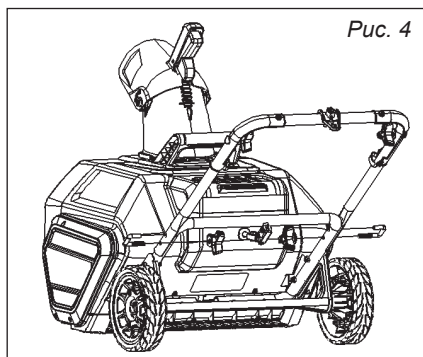

Рис. 4
6.2. Сборка средней части ручки к нижней части (рис. 4)